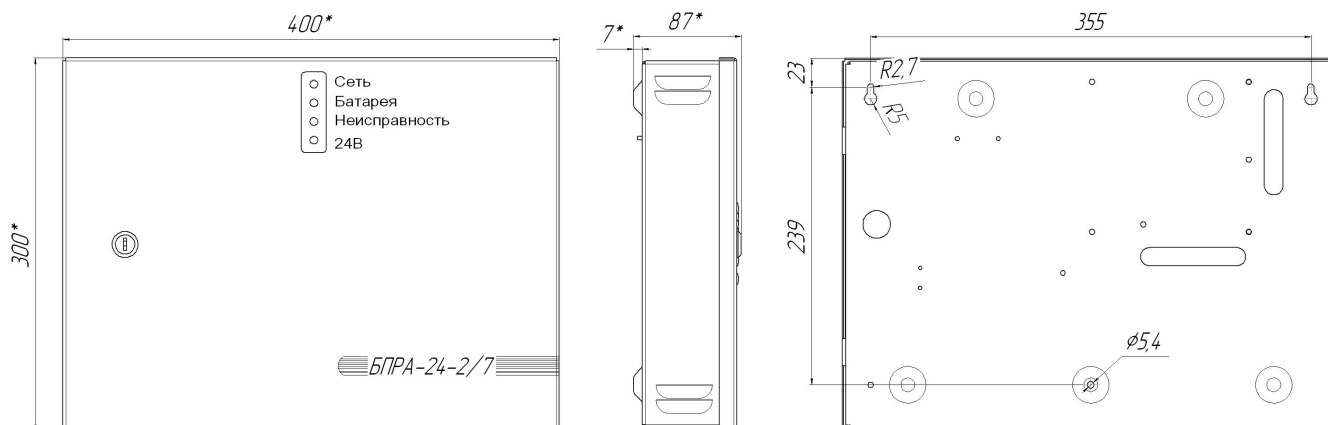
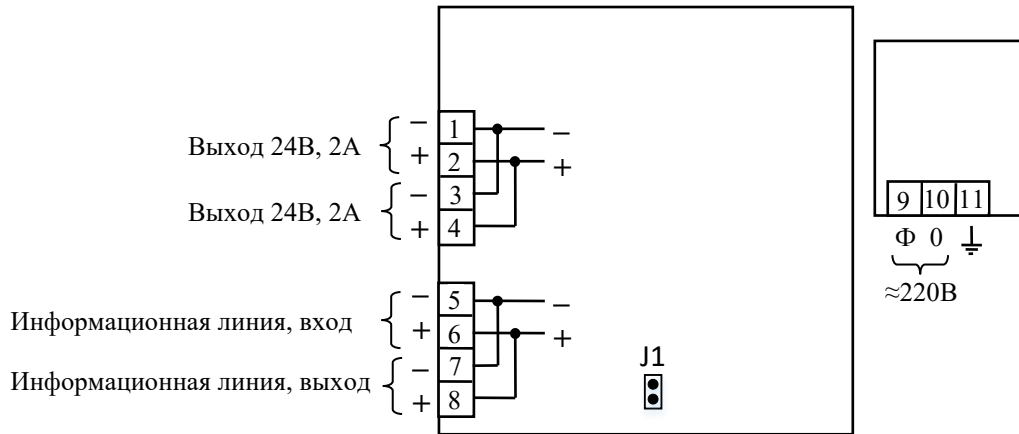

Рис.1. Габаритные и установочные размеры Power Supply-A.
Рис.2. Схема подключения БПРА.
2.1.1. При проектировании размещения устройств пожарной автоматики необходимо руководствоваться Нормами пожарной безопасности НПБ 88. Габаритные и установочные размеры БПРА показаны на рис.1, принципиальные схемы подключения – на рис.2.
2.2.1. БПРА (см. рис.2) поставляется с установленными джампером 1 (программирование адреса).